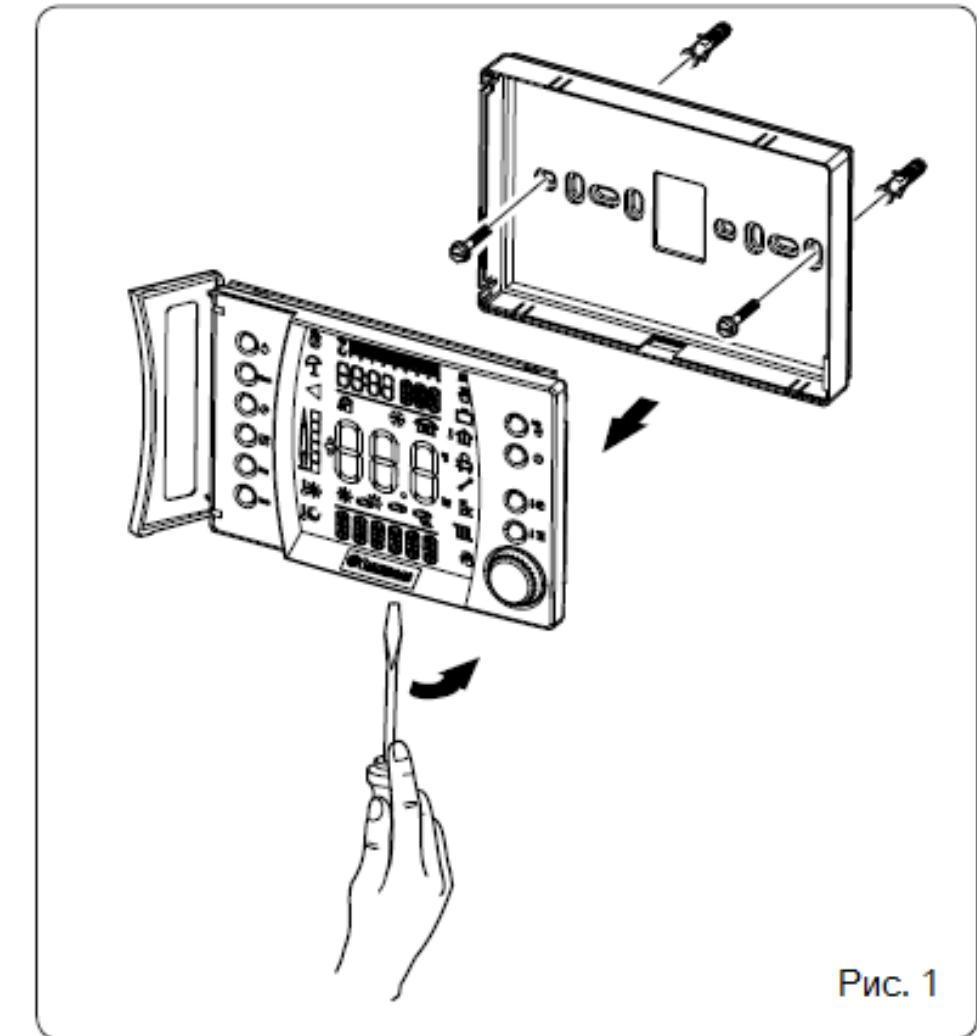
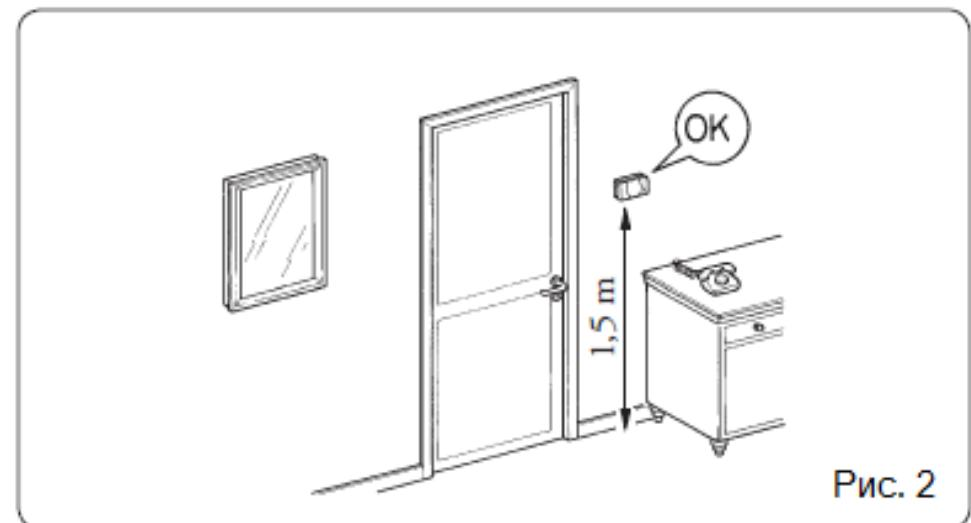

Рис. 1
Рис. 2
1. Отделите крепежную панель от корпуса цифрового пульта ДУ, используя в качестве рычага отвертку, вставляя ее в специальное углубление (Рис. 1). Устанавливайте Super CAR вдали от источников тепла и в таком положении, чтобы он достоверно показывал температуру в контролируемом помещении (Рис. 2 и 3).
- Используя специальные отверстия в задней стенке корпуса пульта, закрепите Super CAR непосредственно на стене (Рис. 1) или на заглубленном посадочном месте. Используйте специальные винты, поставляемые в принадлежностях.
- Зашелкните корпус Super CAR на крепежной панели (Рис. 1).